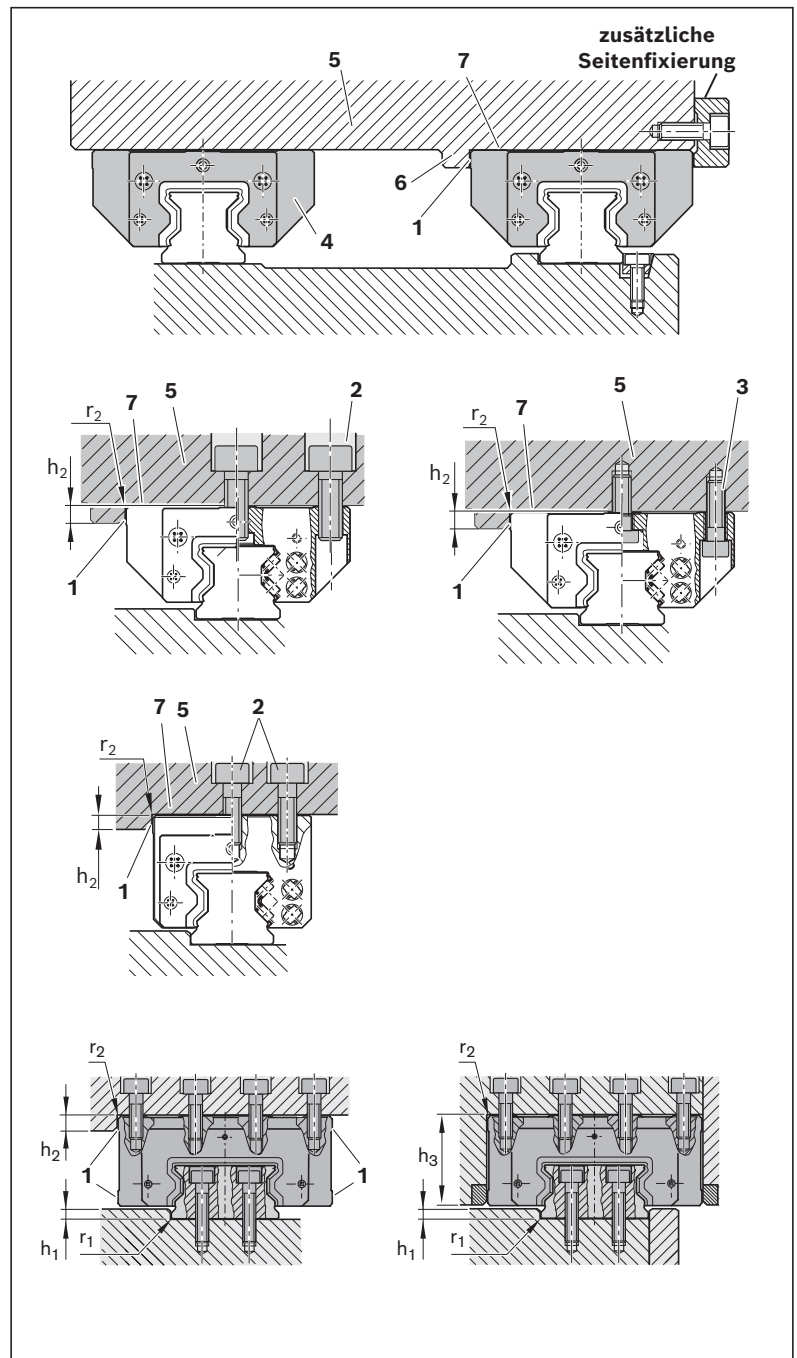

Fig. 55: Aufbau auf Führungswagen montieren
1. Aufbau (1) auf eine rutschfeste Unterlage ablegen (2).
5. Führungswagen eventuell an Anschlagkante (3) anpressen und mit zusätzlicher Seitenfixierung versehen ➡ Fig. 55.